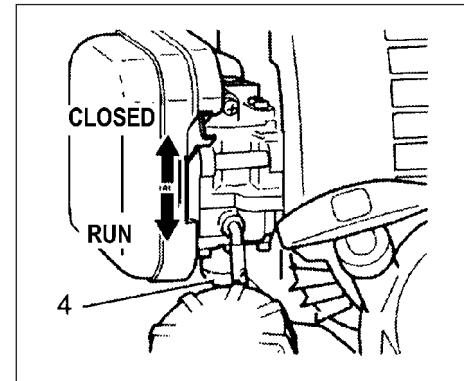

Fig. 2-3
\*Presione varias veces el bulbo de cebador (4), de manera que el combustible fluya a través del bulbo o de la tubería de retorno (Si lo tiene equipado). (Fig. 2-3)
2. Poner la palanca del estrangulador en la posición cerrada (CLOSED). (Fig. 2-3)
4. Cuando se note que el motor tiende a arrancar, poner el estrangulador en la posición de funcionamiento (abierto). Tirar entonces energicamente del arrancador una vez más. (Fig. 2-3)